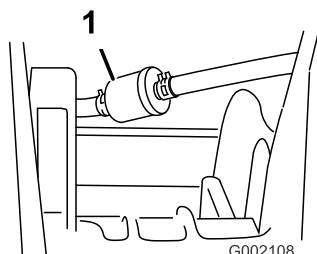

図 32
3. フィルタを燃料ラインに固定しているクランプを外す (図 32)。